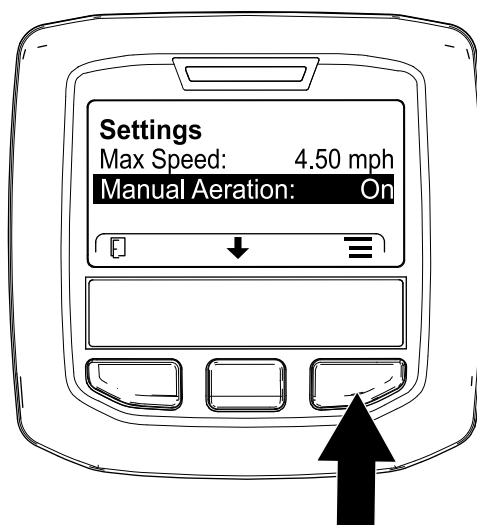

Figura 124
5. Apăsăți butonul central InfoCenter până când este selectată opțiunea MANUAL AERATION (Aerare manuală) și apăsăți butonul din dreapta (Figura 124) pentru a seta aerarea manuală la ON (Pornire).